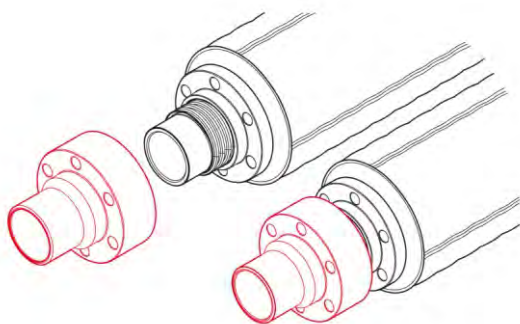

Рис. 3.7.3
3. Надеть корпус фитинга на напорную трубу до упора со втулкой (рис. 3.7.3).